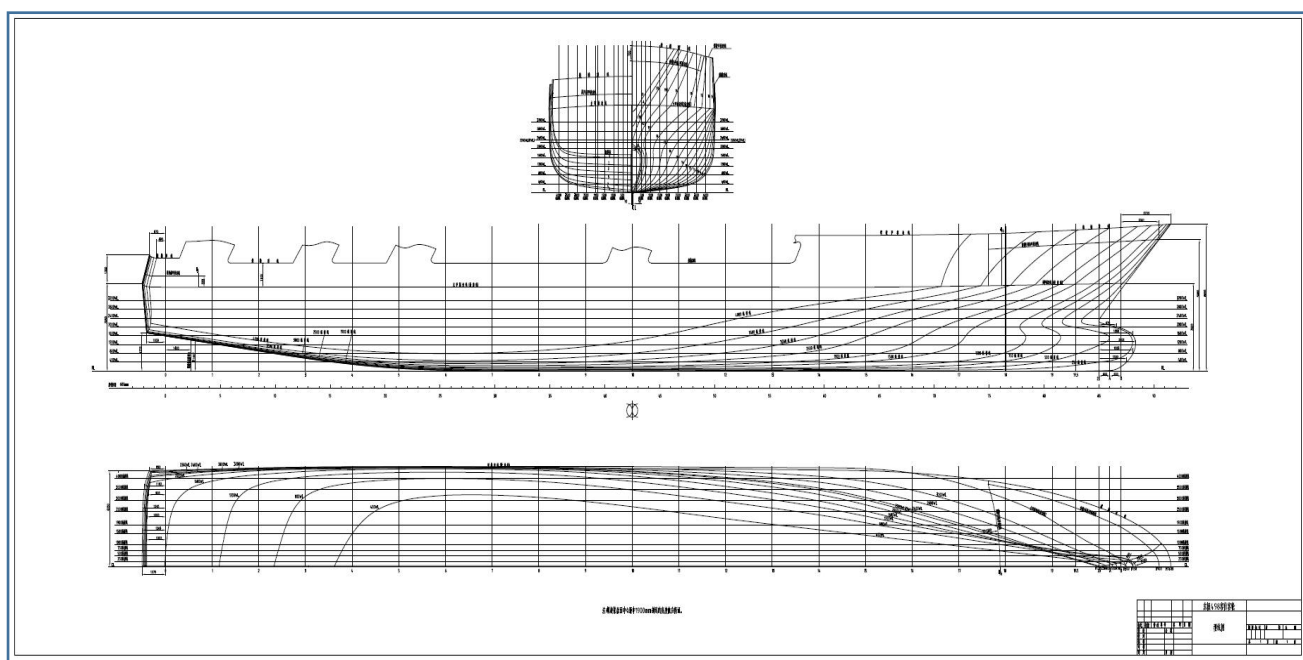

图 H1-1 型线图
- (1) 根据 H1-1 图纸绘制肋骨基线与中心线, 给出基线中心线符号;
- (2) 根据图 H1-1 图纸绘制水线、纵剖线网格, 给出网格线说明文字;
- (3) 使用样条确认 FR4 肋位各水线半宽值、纵剖线高度值；
- (4) 使用样条绘制肋骨型线；
- (5) 标注肋骨线肋位号；
- (6) 依据 H1-2 基本结构图 (1) (2)、H1-3 典型横剖面图、H1-4 典型横剖面图绘制 FR4 肋位横剖面结构；
- (7) 要求标注结构尺寸；
- (8) 要求标注结构间距；
- (9) 要求表达结构方向、投影关系。
- (1) 根据 H1-1 图纸绘制肋骨基线与中心线，给出基线中心线符号；
- (2) 根据图 H1-1 图纸绘制水线、纵剖线网格，给出网格线说明文字；
- (3) 使用样条确认 FR5 肋位各水线半宽值、纵剖线高度值；
- (10) (6) 依据 H1-2 基本结构图 (1) (2)、H1-3 典型横剖面图、H1-4 典型横剖面图绘制 FR5 肋位横剖面结构；
- (3) 使用样条确认 FR6 肋位各水线半宽值、纵剖线高度值；
- (11) (6) 依据 H1-2 基本结构图 (1) (2)、H1-3 典型横剖面图、H1-4 典型横剖面图绘制 FR6 肋位横剖面结构；
- (3) 使用样条确认 FR13 肋位各水线半宽值、纵剖线高度值；
- (12) (6) 依据 H1-2 基本结构图 (1) (2)、H1-3 典型横剖面图、H1-4 典型横剖面图绘制 FR13 肋位横剖面结构；
- (3) 使用样条确认 FR14 肋位各水线半宽值、纵剖线高度值；
- (6) 依据 H1-2 基本结构图 (1) (2)、H1-3 典型横剖面图、H1-4 典型横剖面图绘制 FR14 肋位横剖面结构；